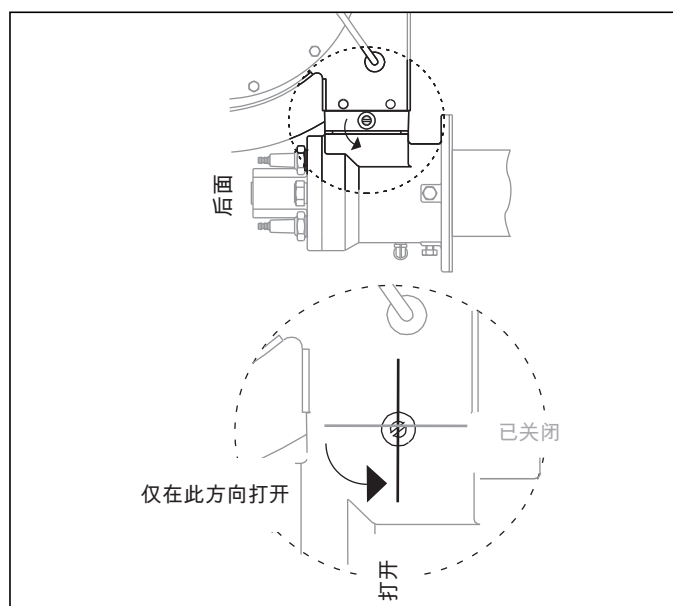

图 4.1. 空气蝶阀
8. 验证促动器如图 4.1 所示向燃烧器的后面打开空气蝶阀。如果没有，请参阅促动器资料中关于如何扭转方向的说明。